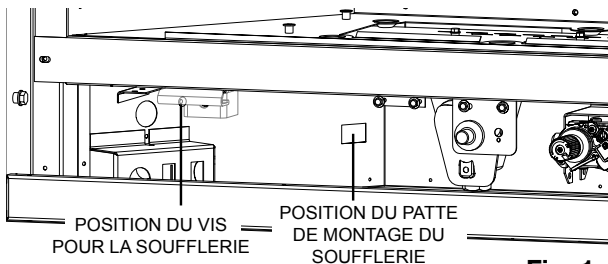

Fig. 1
- Faites pivoter la soufflerie dans le bas de l'appareil. Assurez-vous que le joint d'étanchéité reste en place entre le soufflerie et l'appareil pendant que vous glissez le soufflerie contre la côté gauche dans la patte du montage du soufflerie. Fixez en place utilisant une vis (**Fig. 1 and 2**).